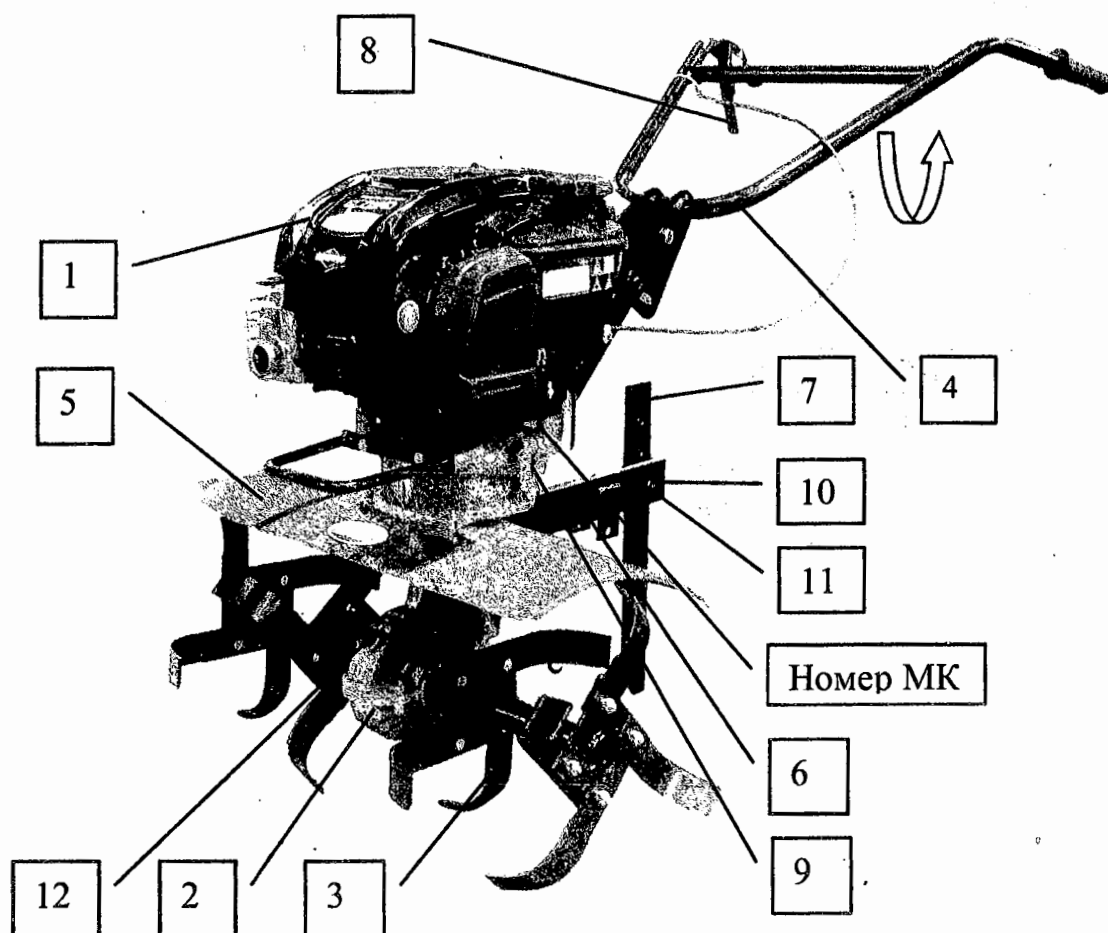

Рисунок 1-Мотокультиватор «Тарпан-03»
1.3.1 Основными узлами мотокультиватора являются (рисунок 1):
1.4.1 Принцип действия мотокультиватора: от двигателя поз.1 (рисунок 1) через редуктор поз.2 приводится во вращение вал редуктора, на котором закреплены фрезы культиватора поз.3. Фрезы, вращаясь, рыхлят верхний слой почвы и одновременно перемещают мотокультиватор вперед. Конструкция мотокультиватора дает возможность быстрого отделения двигателя с рулевым управлением от редуктора с фрезами. Для этого необходимо освободить откидные болты поз.9.
1.5.2 Заводской номер мотокультиватора указан на стыковочном устройстве слева ударным способом (рисунок 1).
Закрепите регулятор поз.7 (рисунок.1) на кронштейне поз.6 при помощи оси поз.10 с фиксатором поз.11, установленных на кронштейне поз.6.